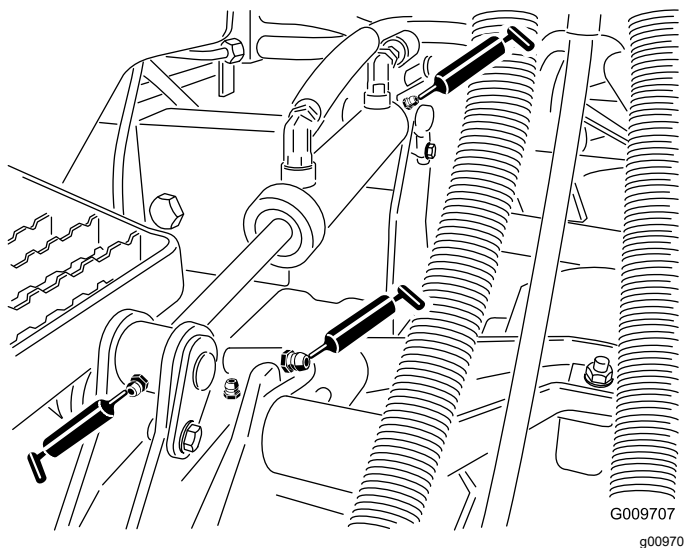

Рисунок 36
- Втулки рычагов подъема (по 1 шт. на каждой деке), как показано на Рисунок 36.
- Втулки цилиндров подъема (по 2 шт. на каждой деке), как показано на Рисунок 36.